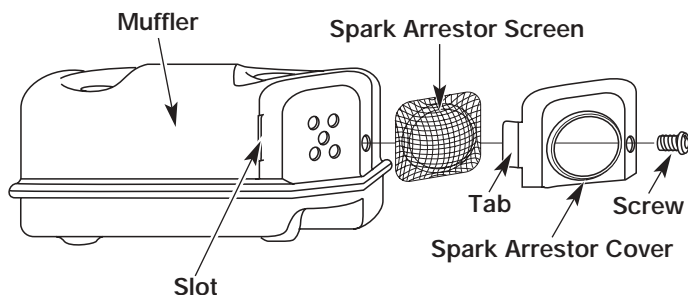

Fig. 45
2. Retirez la vis retenant le couvercle du pare-étincelles au silencieux à l'aide d'un tournevis à lame plate ou à mèche no. T20 Torx (Fig. 45).